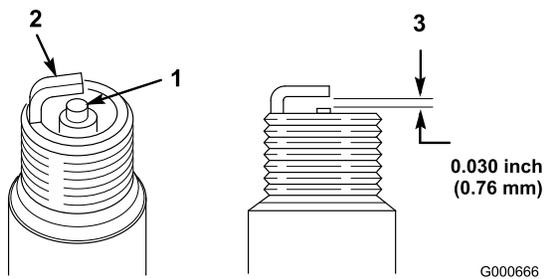

Figure 27
- Examinez le centre de la bougie (Figure 27). Si le bec de l'isolateur est recouvert d'un léger dépôt gris ou brun, le moteur fonctionne correctement. S'il est recouvert d'un dépôt noir, cela signifie généralement que le filtre à air est encrassé.
2. Contrôlez l'écartement entre les électrodes centrale et latérale (Figure 27) et pliez l'électrode latérale si l'écartement est incorrect.